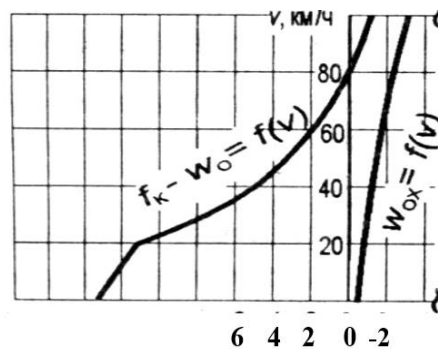

Рис.1
1. Определить характер движения поезда на уклоне $i = 4 \text{ ‰}$, если в конце предыдущего элемента скорость будет равна 60 км/час . (рис.1)